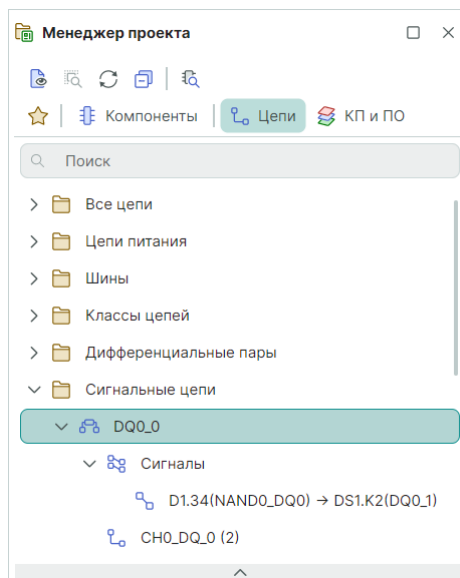

Рис. 146 Отображение сигналов в панели «Менеджер проекта»
8. Созданный сигнал или созданные сигналы будут отображаться в составе сигнальной цепи в панели «Менеджер проекта» → «Цепи» → «Сигнальные цепи» → «Сигналы», см. Рис. 146.